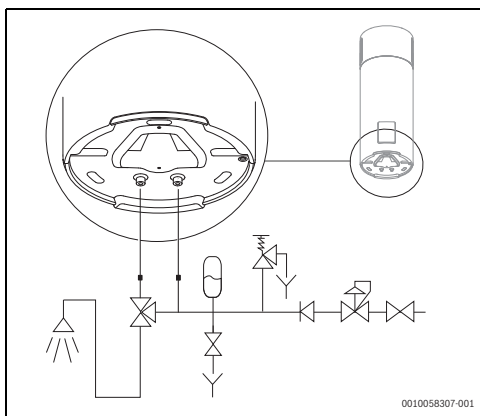

Fig. 20 Raccordements à l'alimentation en eau
L'installateur du système est tenu d'installer une soupape de sécurité de 8 bar sur le tube d'alimentation en eau froide (Fig. 20).
La conduite raccordée à la soupape de sécurité doit être installée en pente descendante. Elle doit également être placée dans un endroit protégé contre la formation de glace (Fig. 20).
Pendant le fonctionnement, ne jamais fermer la vanne d'arrêt de l'eau. (→ Fig. 20, page 21).
- ▶ Installer un vase d'expansion.¹⁾ (→ Fig. 20) pour empêcher la soupape de sécurité de s'ouvrir aussi souvent.